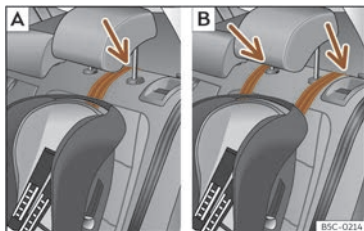
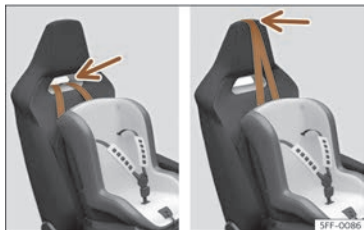
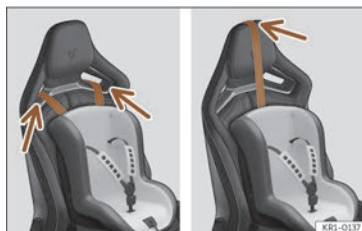

Fig. 41 Banquette arrière : réglage et montage en fonction de la ceinture Top Tether.
Fig. 42 Siège du passager avant : réglage et montage en fonction de la ceinture Top Tether.
Fig. 43 Siège du passager avant : réglage et montage en fonction de la ceinture Top Tether.
- Placez la sangle sous l'appuie-tête (en fonction des instructions du siège, relevez ou retirez l'appuie-tête si nécessaire) >>> **fig. 41**. Pour des véhicules avec appuie-tête intégré, passez la sangle du Top Tether par-dessus l'appuie-tête ou à travers le trou de l'appuie-tête comme illustré sur l'image >>> **fig. 42**, >>> **fig. 43**.